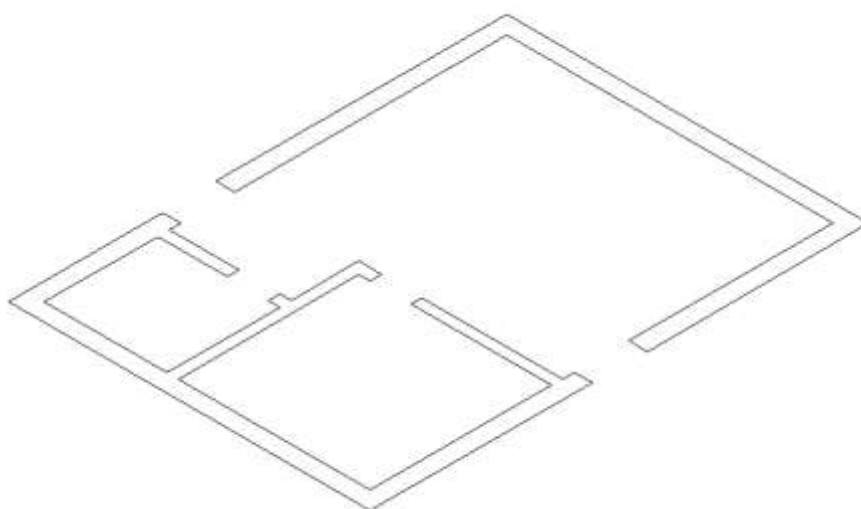

Рис. 8 Вид стен ЮЗ изометрии
2. Теперь измените вид от плоской проекции чертежа так, если вы смотрите на него вниз под углом. Выберите на вкладке *Главная* команду *Вид - 2Д каркас - ЮЗ изометрия*. Вид изменится и будет похож как на *Рис.8*. Немного уменьшите масштаб изображения и расположите чертеж так, чтоб дать себе пространство для построения стен в третьем измерении.